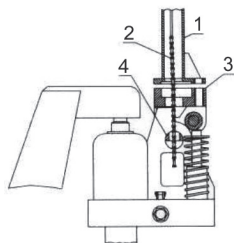

Fig. 2 – Passo 1
- Posicione o cabo (1) sobre os furos da base (3), deixando a corrente (2) passar pelo furo central da base (3) e pelo centro do pino (4), ver fig. 2.